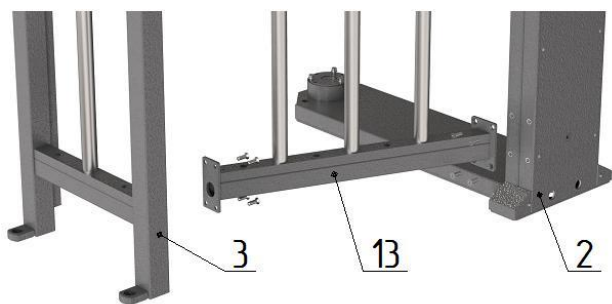

Рис. 5
– к боковым плоскостям стойки крыла прохода **2** аналогично установите ограждения **13** и **14** (рис.5) и закрепите винтами М8;